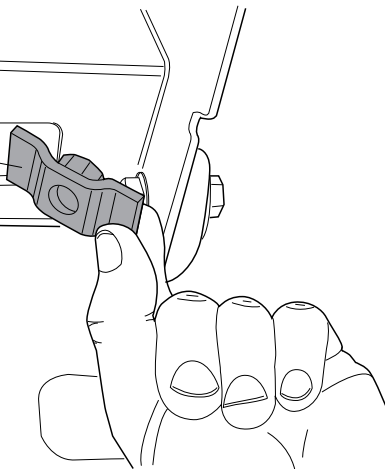

Fig. 1
3. Поместить упорные пластины В, как указано на рис. 1.